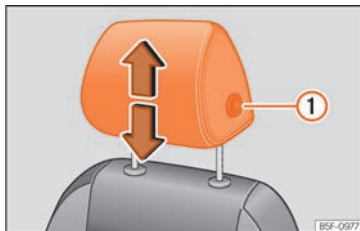
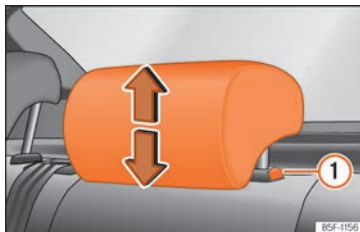

Abb. 108 Vordersitz: Kopfstützeinstellung.
Abb. 109 Kopfstützen hinten: Kopfstützeinstellung.
Weise vor und drücken Sie gleichzeitig die seitliche Taste ① » Abb. 108 » Abb. 109.